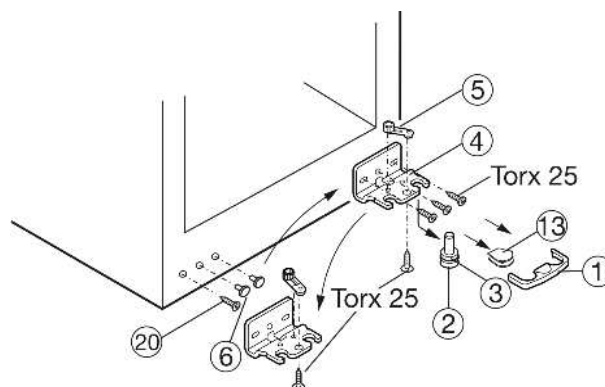

Fig. 4
- ▶ Предохранитель Fig. 4 (1) снимите движением вперед.
- ▶ Снимите крышку Fig. 4 (13).\*
- ▶ Вытяните опорный палец Fig. 4 (2) вниз и вперед. При этом следите за гнездом шарнира Fig. 4 (3).
- ▶ Открутите опорный кронштейн Fig. 4 (4).
- ▶ Открутите опорную деталь Fig. 4 (5) и, переставив в отверстие на противоположной стороне опорного кронштейна, снова прикрутите.
- ▶ Снимите и снова установите пробку Fig. 4 (6) на противоположную сторону со стороны ручки.
- ▶ Выкрутите болт Fig. 4 (20) и вкрутите на противоположной стороне.
- ▶ Снова прикрутите опорный кронштейн Fig. 4 (4) на новой стороне шарнира (с моментом 4 Нм). При необходимости используйте аккумуляторный шурупверт.
- ▶ Снова слегка наклоните устройство назад и снова установите опорный палец Fig. 4 (2) с гнездом шарнира Fig. 4 (3). Заубрина на опорном пальце должна быть расположена спереди.
- ▶ Установите крышку Fig. 4 (13) на противоположной стороне.\*
- ▶ Предохранитель (1) нужно зафиксировать сбоку на кронштейне, чтобы опорный палец и двери были защищены от выпадения.
- ▶ Снова защелкните предохранитель (1) на опорном кронштейне.
- ▶ При необходимости выровняйте дверцы через два продольных паза в опорном кронштейне Fig. 4 (4) параллельно корпусу устройства. Для этого выкрутите средний винт.